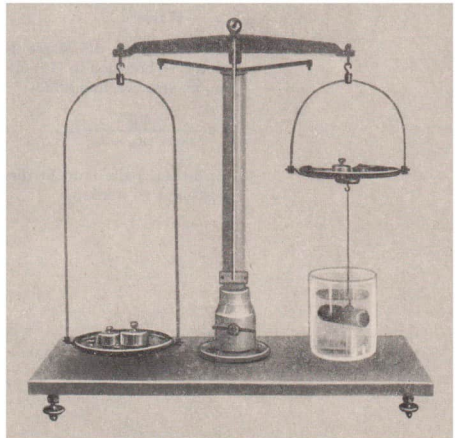

Bild 98
3. Bestimmen Sie die Dichte des gleichen Körpers mit Hilfe einer hydrostatischen Waage (Bild 98) nach der Auftriebsmethode.